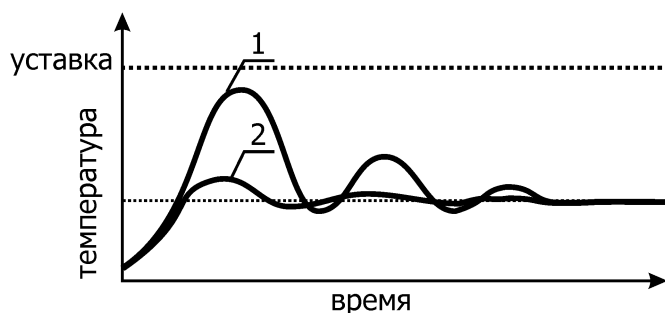

Рисунок 16 — Определение Td
2.15.7 Для определения постоянной времени дифференцирования Td коэффициент пропорциональности Kp должен быть установлен таким образом, чтобы переходная характеристика соответствовала кривой 1 (рисунок 16). Постоянную времени дифференцирования Td следует подобрать так, чтобы переходная характеристика приняла вид кривой 2 (рисунок 16).